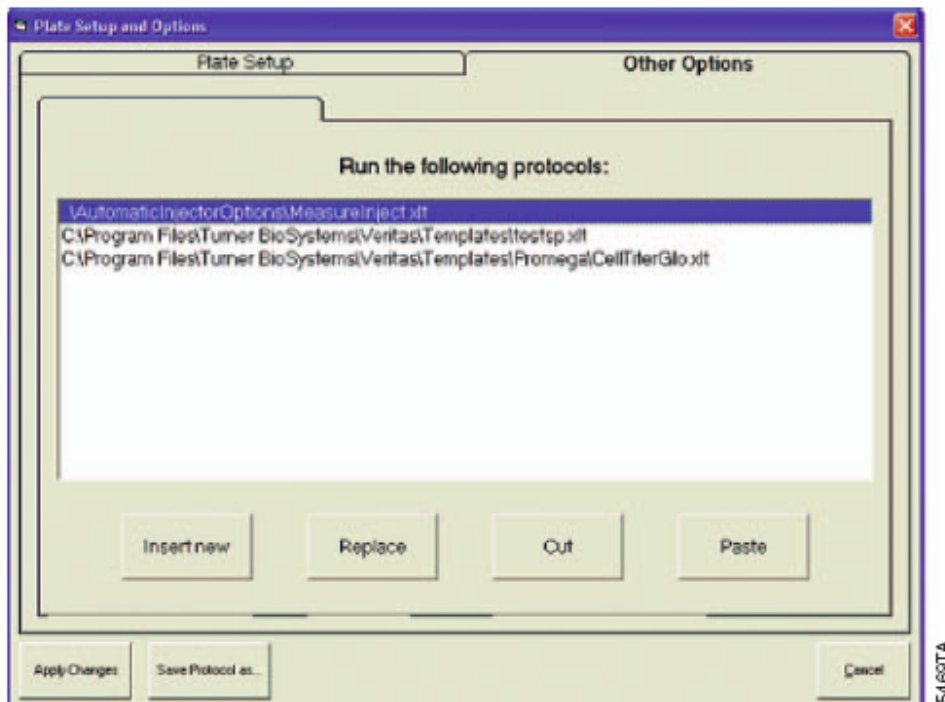

Abbildung 16. Festlegung der Reihenfolge, in der die einzelnen Unterprotokolle eines Superprotokolls ausgeführt werden sollen.
- Drücken Sie auf „Options“ und dann auf „Other Options“ um die Reihenfolge zusammenzustellen, in der die einzelnen Unterprotokolle ausgeführt werden sollen (Abb. 16).